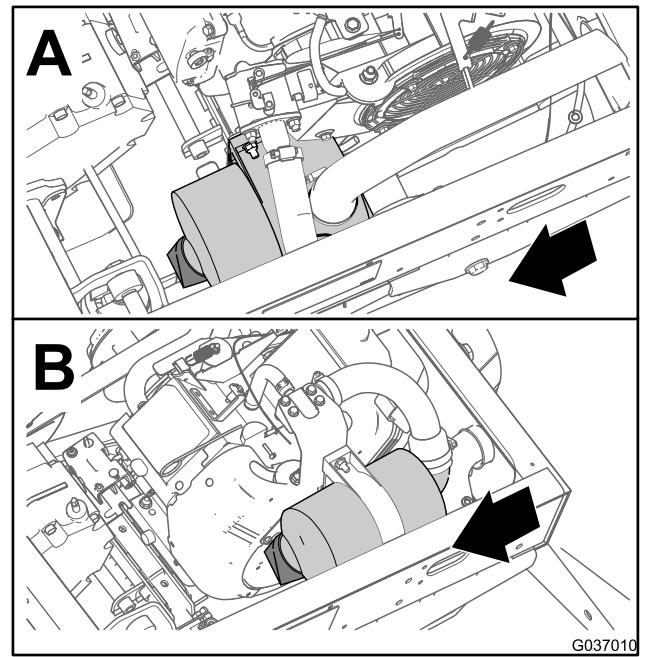
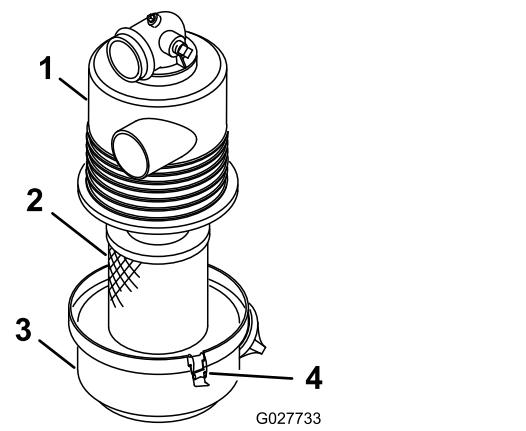

Рисунок 29
Рисунок 30
- Проверьте корпус воздухоочистителя на отсутствие повреждений, которые могут вызвать утечку воздуха (Рисунок 29 и Рисунок 30).
- Отпустите фиксаторы, крепящие крышку воздушного фильтра на его корпусе (Рисунок 30).
- Отделите крышку от корпуса и очистите внутреннюю поверхность крышки воздушного фильтра (Рисунок 30).
3. Вставьте элемент в корпус воздушного фильтра (Рисунок 30).
4. Совместите крышку воздушного фильтра с его корпусом (Рисунок 30).
5. Закрепите крышку на корпусе фиксаторами (Рисунок 30).